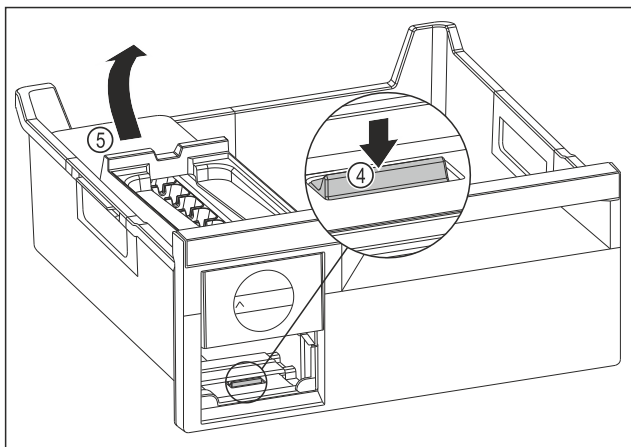

Fig. 91
- ▶ Retirer le corps de l'EasyTwist-Ice : Avec le doigt, pousser la languette Fig. 91 (4) vers le bas tout en soulevant de l'autre main le corps de l'EasyTwist-Ice Fig. 91 (5) depuis l'arrière.